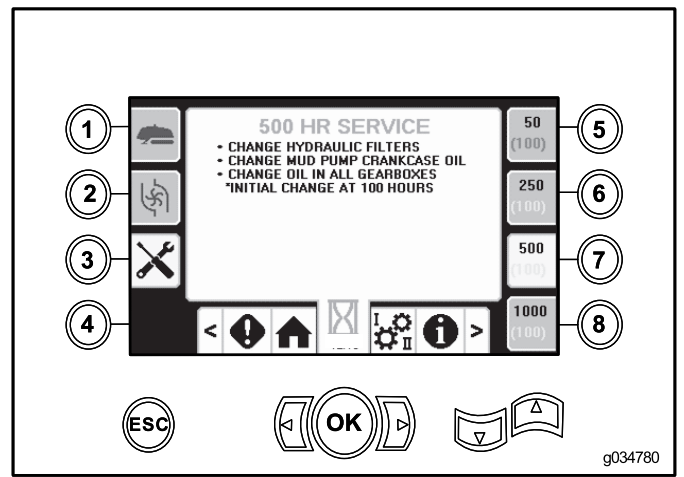

Bild 8
- Taste 7: Wartungsplan mit 500 Stunden (Bild 8)